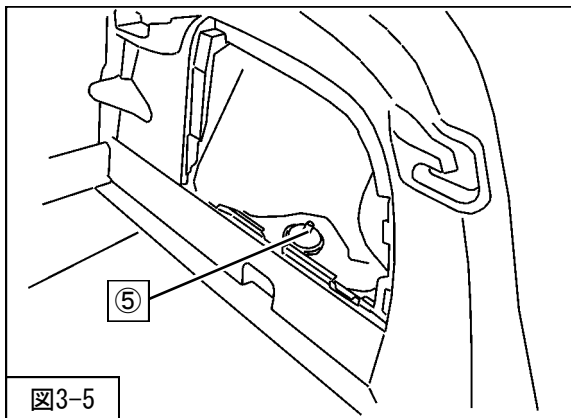

図3-5
7. ⑤リアショックアブソーバASSYアッパー取付ナット・プレートを取外してください。(図3-5)